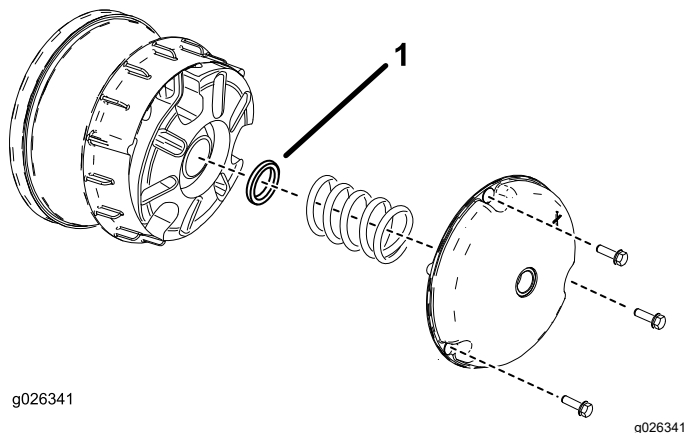

図 61
2. 図 61 に示すように、一次クラッチカバーを固定しているボルトを外す。